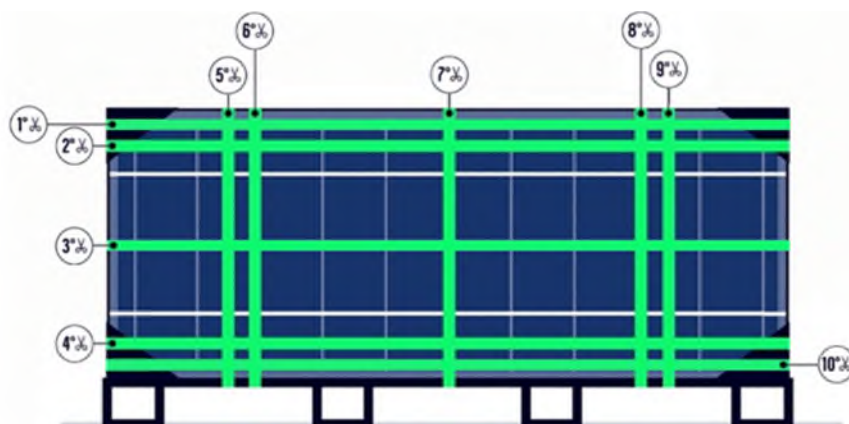

Figura 15: Posizioni delle cinghie interne.
- c) Tagliare nove delle cinghie interne. Per prima cosa tagliare le cinghie orizzontali #1 #2, #3, #4 (Figura 15), quindi tagliare le cinghie verticali #5, #6, #7, #8, #9, in qualsiasi ordine. Non tagliare la cinghia #10 fino al passaggio "e".